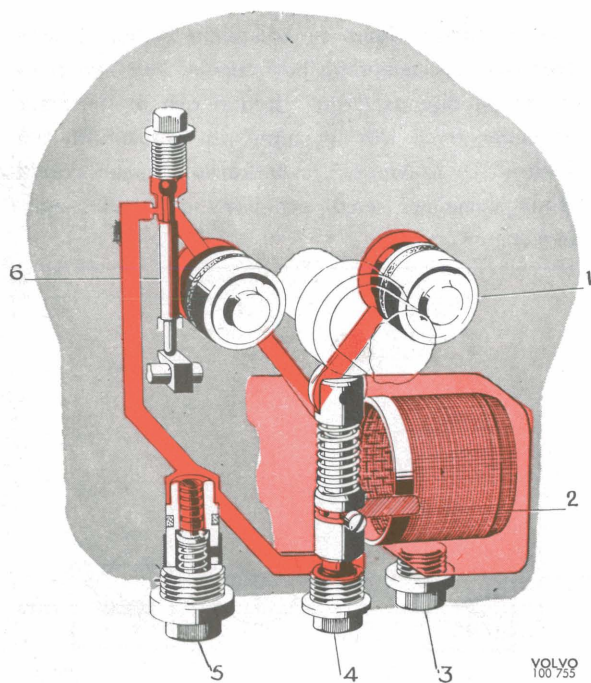
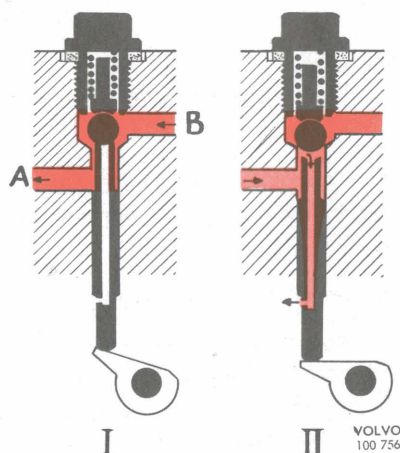

Bild 4. Hydrauliskt system, sen. utf.
Bild 5. Manöverventil, tid. utf.
I överväxellådan finns en kolvpump (4 bild 4) som drives av en excenter på huvudaxeln. När manöverventilen (6) öppnas (läge I bild 5 och 6) strömmar olja under tryck från pumpen via ventilen till två cylindrar (1). Kolvarna i cylindrarna pressar därvid kopplingslamellen framåt och i kontakt med bromstrumman.
När överväxeln kopplas ur på tid. utf. sänkes ventilstången, varvid kulventilen stänger förbindelsen mellan pumpen och cylindrarna. I stället öppnas kanalen i ventilstången och oljan från cylindrarna kan strömma genom kanalen och ut i växellådshuset, se II bild 5. Kopplingslamellen pressas då bakåt av fjädern.
Oljesilen skall rengöras vid varje oljebyte. Tappa därvid först av oljan genom att ta bort proppen (3 bild 4. Märkt "Drain") under oljesilen. Därefter sker rengöringen på följande sätt:
6. Pump och pumpventil monteras i motsatt ordning mot demonteringen. Kontrollera att packningen för proppen (4, bild 4) är i gott skick. Fyll på olja.